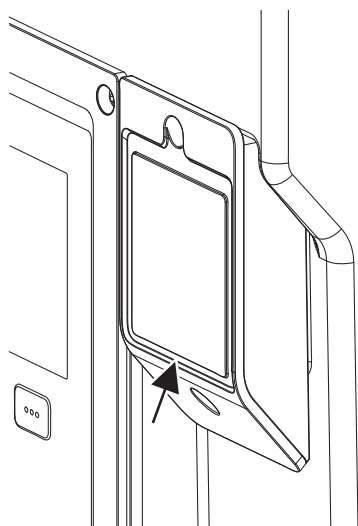

Fig. 27: Wilo-Smart Connect BT modulio dangtis
1. Atlaisvinkite „Wilo-Smart Connect“ modulio dangčio varžtą ir atidarykite dangtį (Fig. 27).
Dėl tam tikrų konstrukcinių elementų, Wilo-Smart Connect BT modulį galima prijungti tik viena kryptimi. Daugiau nėra papildomų modulio pritvirtinimo būdų. „Wilo-Smart Connect“ modulio dangtis (Fig. 27), esantis elektronikos modulio viršutinėje dalyje, sąsajoje tvirtai saugo modulį.